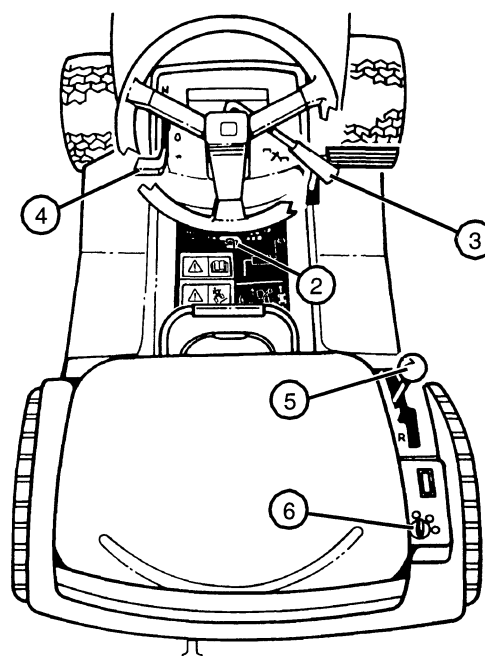

FIGURE 17
- Placer le levier de changement de vitesse (5) en position (N) de point mort (voir Fig. 17).
- Placer le levier d'entraînement PDF (3) à l'arrière en position d'arrêt.
- Bloquer le frein de stationnement (2).
- Déplacer la manette des gaz (4) vers l'arrière en position de débit réduit. Laisser tourner le moteur en débit réduit pendant quelques secondes.
- Tourner la clé de contact (6) sur la position d'arrêt.
- Tourner la clé de contact (6) sur arrêt.
- Reculer le levier d'entraînement PDF (3) sur sa position d'arrêt.
- Reculer la manette des gaz (4) jusqu'à sa position de bas débit. Laisser le moteur tourner à ce régime pendant quelques secondes.
- Placer le levier de changement de vitesse (5) au point mort (N).
- Relâcher le frein de stationnement (2).